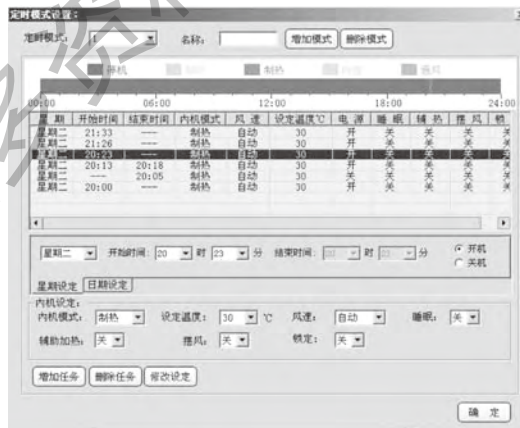

图17
- 第二种形式：只设定开机时间或者只设定关机时间（见图17）：